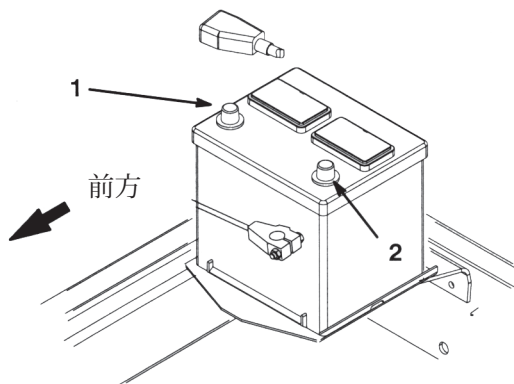

図10
8. まず、赤い (+) ケーブルをバッテリーの (+) 端子に、黒いケーブル (-) はバッテリーの (-) 端子に固定する (図10)。ショート防止のために (+) 端子にゴムキャップをかぶせる。